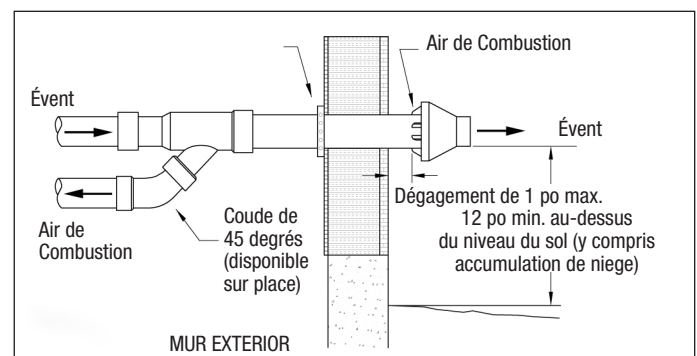

Figure 1.
- Déterminez le lieu idéal d'installation de l'ensemble d'évent. Voir les figures 1 et 2 pour l'extrémité de l'évent vertical et horizontal. Pour une extrémité latérale (horizontale), les éléments suivants doivent être pris en considération:
- Fixez solidement l'assemblage à la structure comme indiqué sur la figure 1 ou 2 à l'aide de fixations en métal ou d'un équivalent.
- Assurez-vous que les dimensions de dégagement de l'emplacement de l'extrémité correspondent à celles de la figure 1 pour l'extrémité horizontale.
- Utilisez l'adhésif à solvant organique pour fixer le générateur d'air de combustion et les conduits d'évacuation à l'assemblage concentrique de l'extrémité de l'évent. Voir la figure 1 ou 2 pour la fixation appropriée des conduits.